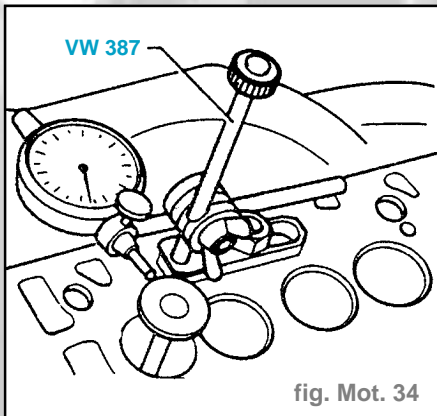

fig. Mot. 34
- Mesurer le jeu de basculement (fig. mot. 34).